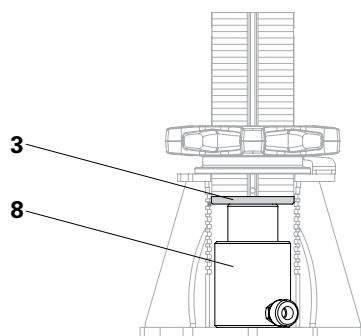
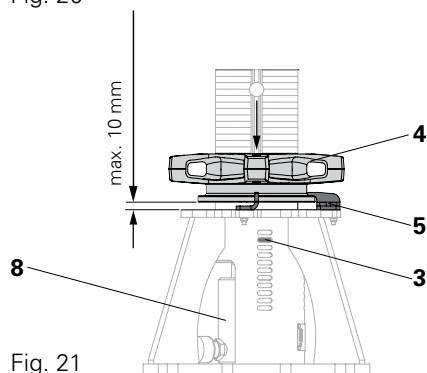

Fig. 20
Fig. 21
1. Azionare la leva (11f) della pompa, fino a quando lo stantuffo del cilindro (8) non è centrato e combacia perfettamente con il pressore rosso (3). (Fig. 20)
2. Azionare la leva (11f) della pompa (1-2 volte), fino a quando la ghiera di regolazione (4) non è libera di ruotare.
3. Ruotare la ghiera (4) manualmente in senso antiorario verso l'alto, fino a raggiungere il dispositivo di arresto (5). (Fig. 21)
4. Aprire la valvola (11b) della pompa e osservare la posizione del pressore rosso (3). (Fig. 20 + 21)
5. Il cilindro si ritrae e si abbassa insieme al puntone di max. 10 mm. (Fig. 21)